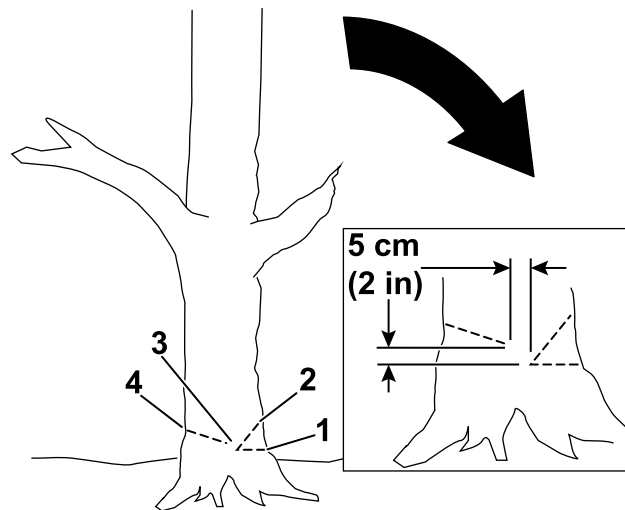

Figure 17
- Commencez par couper le tiers du diamètre de l'arbre, du côté où vous voulez qu'il tombe (Figure 17).
- Faites une deuxième coupe oblique pour former une encoche, en commençant au moins 5 cm (2 po) au-dessus de la première coupe (Figure 17).
- Faites le trait d'abattage du côté opposé à l'encoche et environ 5 cm (2 po) plus haut que le bas de l'encoche, comme montré à la Figure 17.
Important: Arrêtez la troisième coupe 2,5 à 5 cm (1 à 2 po) avant l'encoche pour former une charnière entre les coupes (Figure 17), ce qui empêche l'arbre de tomber dans la mauvaise direction ou de pivoter dans sa chute.
Remarque: Quand le trait d'abattage approche de la charnière (Figure 17), l'arbre devrait commencer à tomber.